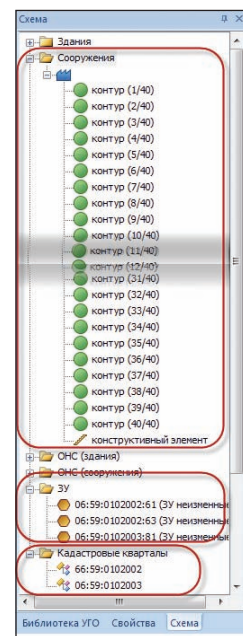

Рис. 6. Схема объектов плана
7. В PlanTracer ТехПлан Pro 6 предусмотрен удобный инструмент для навигации *Схема* (рис. 6), что позволит пользователю в любой момент сориентироваться на плане, быстро внести необходимые изменения в контуры объекта и характеристики его вершин. В *Схеме* всегда можно вызвать свойства и внести коррективы в характеристики и описание объекта (в нашем случае это многоконтурное сооружение). На *Схеме* вы всегда сможете увидеть не только контуры и описание самого объекта, но и контуры земельных участ-